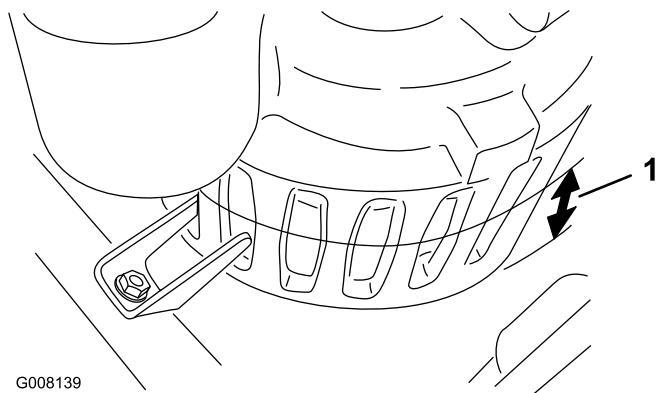

Bild 8
- Messen Sie die Wassertiefe im tiefsten Teil des Bunkers. Wenn die Wassertiefe unter 6,35 cm liegt (in der Mitte der Schlitze an der Pumpe), graben Sie ein 30 cm mal 30 cm mal 5 bis 7,5 cm tiefes Loch, und versenken Sie die Pumpe im Loch (Bild 8).